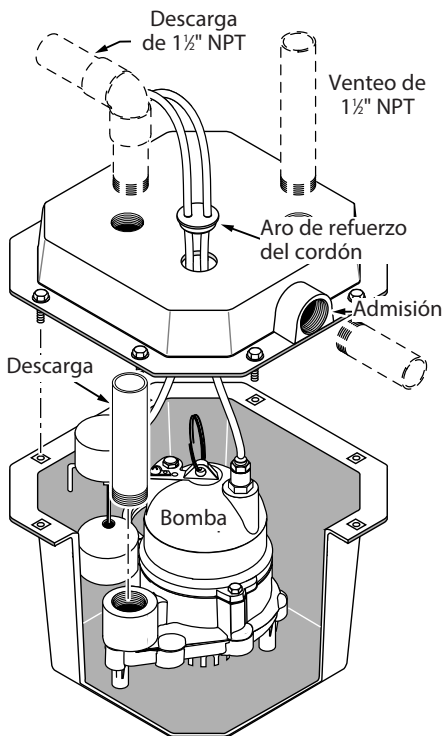

Figura 6
Paso 8 (Ver la Figura 6)
Paso 9 (Ver la Figura 6)